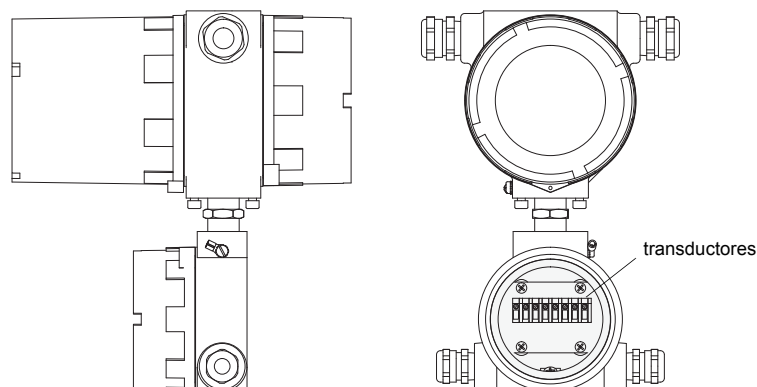

Fig. 6.4: Bornes para la conexión de los transductores (cable de prolongación)
- Conectar el alma y el blindaje correctamente en los bornes del convertidor de medición (véase Fig. 6.4 y Tab. 6.1).